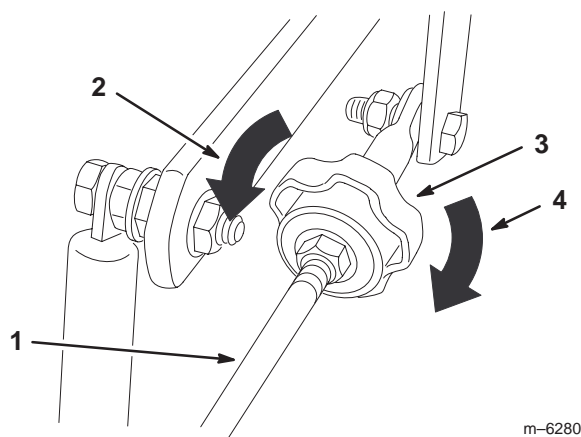

Figure 51
4. Pour que la machine tire à droite, tournez le bouton vers la droite de la machine (voir la figure 51).
5. Pour que la machine tire à gauche, tournez le bouton vers la gauche de la machine (voir la figure 51).